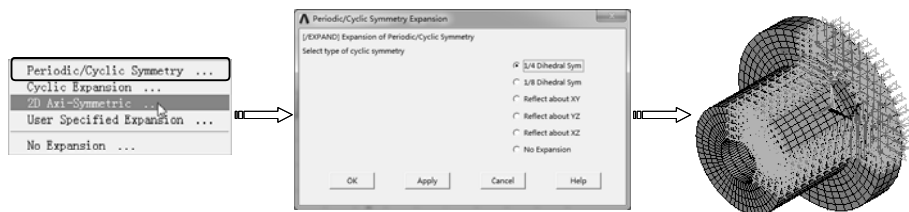

图 9-124 三维扩展模型
1) 选择“Utility Menu>PlotCtrls>Style>Symmetry Expansion>Periodic/Cyclic Symmetry”命令，弹出“Periodic/Cyclic Symmetry Expansion”对话框，选择“1/4 Dihedral Sym”选项，单击“OK”按钮，将 1/4 模型扩转到三维整体模型，如图 9-124 所示。